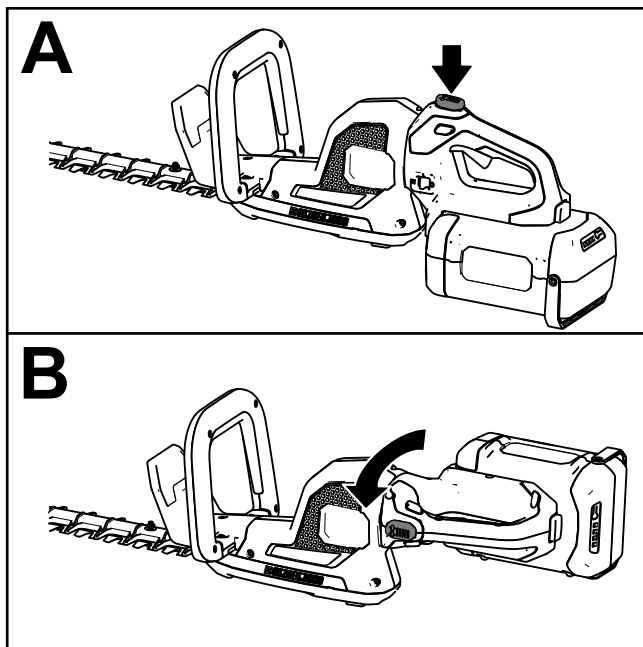

Figure 7
1. Appuyez de manière prolongée sur le bouton de verrouillage de rotation (encadré A de la Figure 7).
2. Tournez la poignée de 90° vers la droite ou la gauche selon le sens de coupe recherché, puis relâchez le bouton de verrouillage de rotation pour bloquer la poignée à la position voulue (encadré B de la Figure 7).